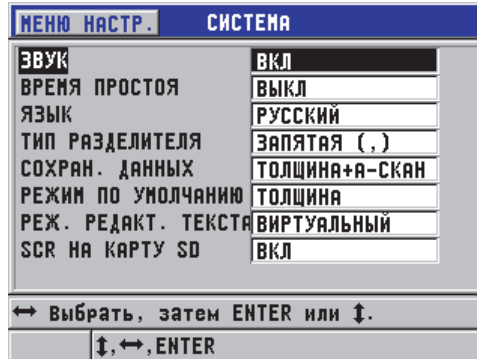

Рис. 8-2 Окно СИСТЕМА
1. Находясь в окне измерений, нажмите [SETUP], затем выберите СИСТЕМА. Открывается окно СИСТЕМА (см. Рис. 8-2 на стр. 160)